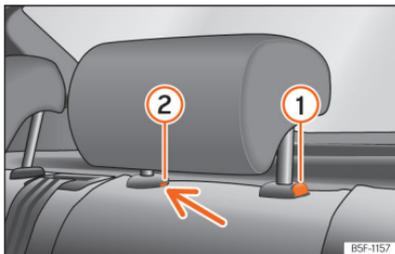

Abb. 99 Kopfstütze hinten: Ausbau.
- Drücken Sie die Taste »» (Abb. 99) ① sowie gleichzeitig mit einem Schlitzschraubendreher (Breite max. 5 mm) in die Öffnung der Verriegelung ② und ziehen Sie die Kopfstütze heraus.